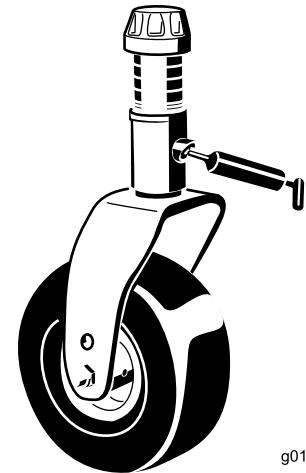

Рисунок 47
- Втулка вала вилки поворотного колеса (1 шт.) (Рисунок 47)